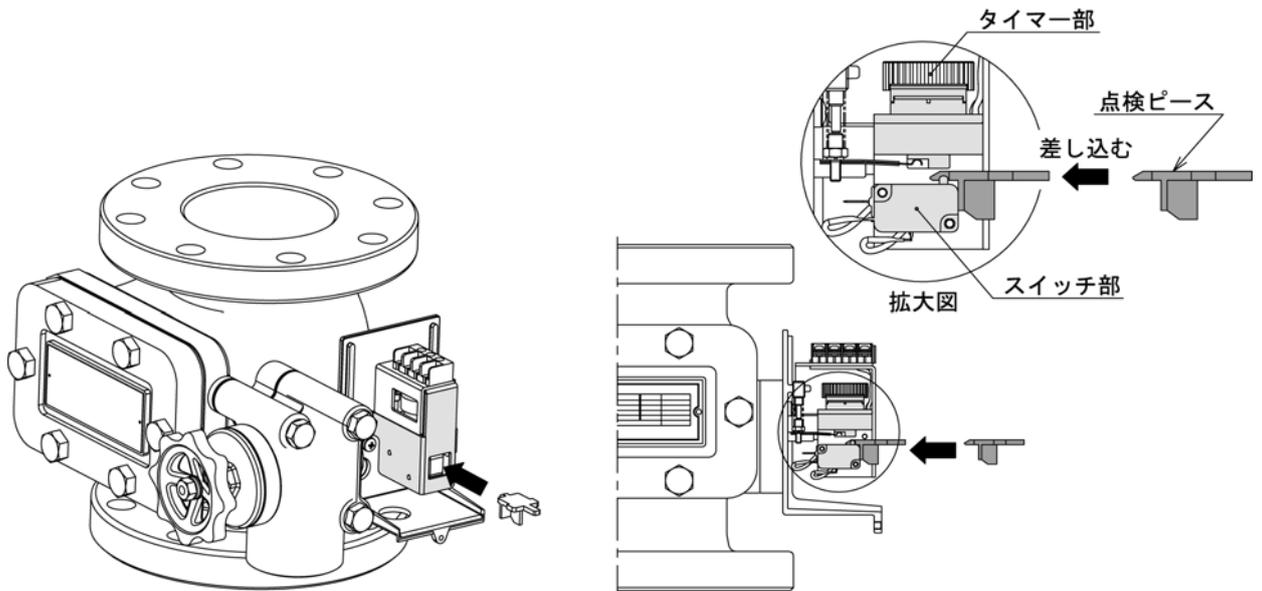

図9. 点検ピースの使用方法
- ① 配管内の水は、水道水を使用してください。酸、アルカリ、塩分等を含んだ腐食性のある水は絶対に使用しないでください。アラームバルブだけでなく、設備全体に悪影響を及ぼします。
- ② 排水弁を操作する際、ハンドルを過大な力で締め込まないでください。排水弁ディスクシートが破損し、漏水する恐れがあります。
- ③ 水張りの際、排水弁を閉じていることを確認後、制御弁を閉、圧力計元弁(アングル弁)を閉じてからポンプを起動してください。その後、制御弁を徐々に開けて注水し、圧力計元弁(アングル弁)を開けてください。手順を誤ると思わぬ漏水事故等をまねいたり、圧力計が水撃力で破損してしまう恐れがあります。
- ④ 水張りの際、受信機等に警報を出したくない場合には「点検ピース」をご使用ください。付属の「点検ピース」を端子ボックス内のタイマースイッチ部に差し込んで行います。9ページの図9に詳しい説明を記載しております。
④ 点検ピース(9ページの図9参照)
使用方法は、端子ボックスのカバーを外した後、下図9に示すように、アラームバルブ作動警報用スイッチのタイマー部とスイッチ部の間にこの「点検ピース」を差し込みます。
1-2 排水弁からの漏洩。	1-2-1 排水弁が完全に閉じているかを確認する。 1-2-2 排水弁のシート部に傷等がある場合には下記の要領にて交換する。 ① 制御弁を閉じる。 ② 端子ボックスカバーを開けて、点検ピースを作動警報用スイッチ部に装着する。9ページの図9をご参照ください。 ③ 排水弁を開け、配管内の水抜きを行う。 ④ 排水弁のボンネットを緩めてディスクシート（ゴムパッキン）を抜き出す。下記図14をご参照ください。 ⑤ ディスクシートを交換する。排水弁ボディシートに傷がある場合は排水弁を交換する。 ⑥ 元通り組付ける。 ⑦ 制御弁を微開後、徐々に開けて配管内に注水する。注水後、制御弁を全開にする。 ⑧ 点検ピースを抜き取り、端子ボックスカバー内の所定位置に戻し、カバーを取付ける。
3-2 バルブ本体のディスク部の異物挟み込み。または、流水検知部のステムポート内のゴミ詰まり。	3-2-1 排水弁を全開にしてフラッシングする。 3-2-2 バルブ本体のカバーを取外し、内部の異物を取除く。 ① 制御弁を閉じる。 ② 端子ボックスカバーを開けて、点検ピースを作動警報用スイッチ部に装着する。9ページの図9をご参照ください。 ③ 排水弁を開け、配管内の水抜きを行う。 ④ バルブ本体のカバーを取外す。 ⑤ ヒンジピンを引き抜き、ディスクを取り出す。14ページの図15をご参照ください。 注)ディスクを取り出す際、シートリングに擦らないよう注意してください。ディスクリングに傷などがある場合は14ページの図17を参照してお取替えください。 ⑥ 内部清掃、確認、異物の除去。